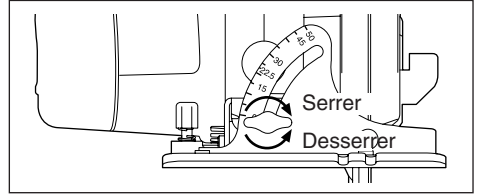
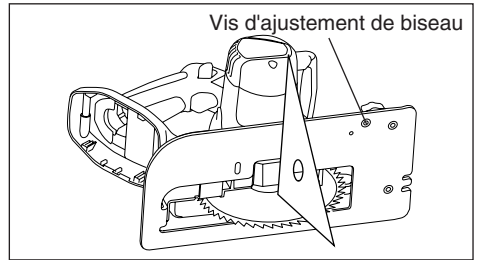

Fig. 6
Fig. 7
- Pour ajuster le biseau de coupe, desserrez le bouton d'ajustement du biseau. Tournez le bouton d'ajustement du biseau dans le sens inverse des aiguilles d'une montre (Voir la fig. 6). Ajustez le biseau de coupe. Pour régler le biseau de coupe à 90 degrés, utilisez un triangle. Pour effectuer un ajustement précis du biseau, utilisez la vis d'ajustement de biseau située sur la base (Voir la fig. 7).